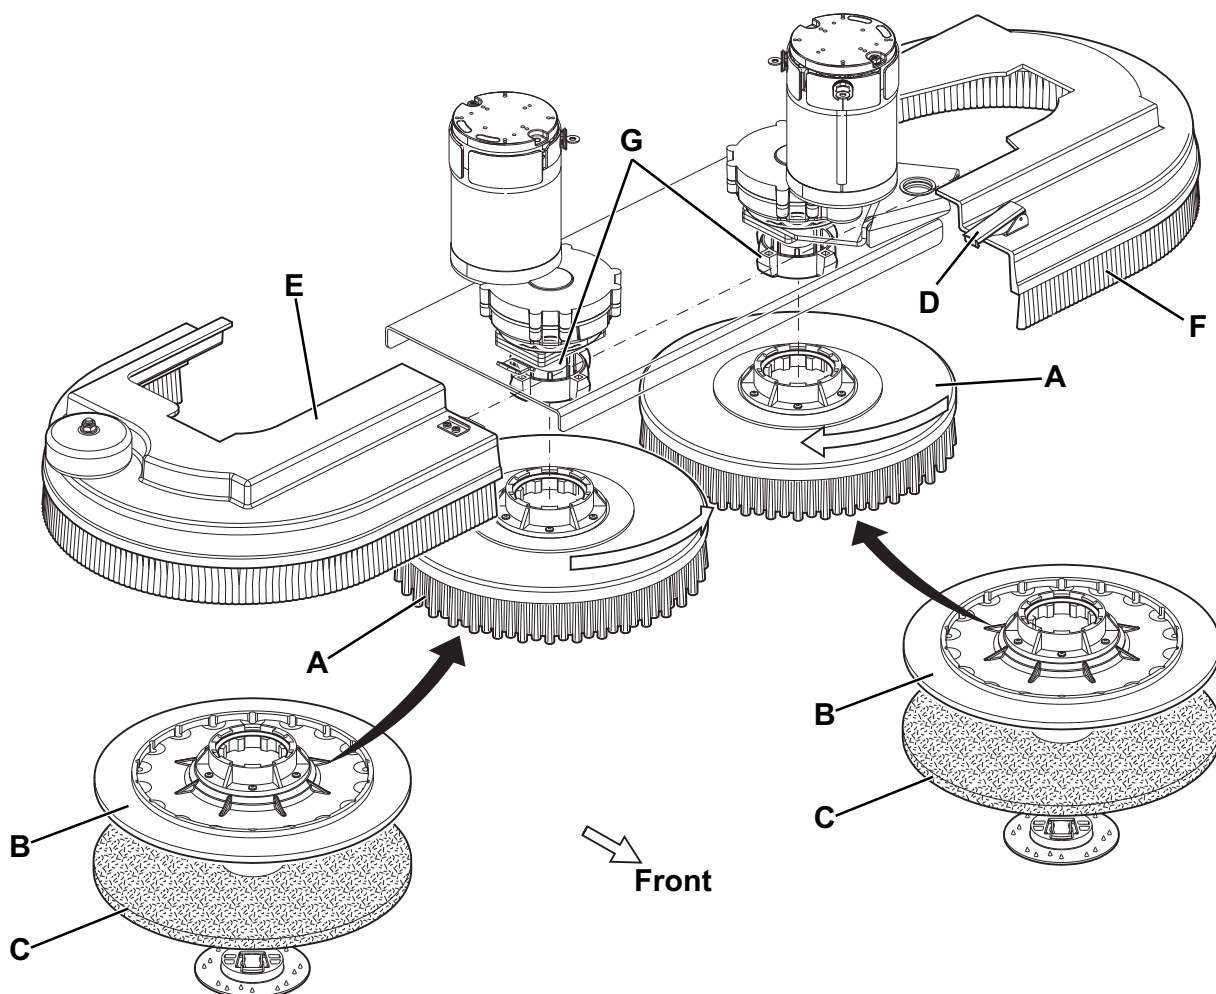

Abbildung 1
*Vor dem Einschalten des Geräts überprüfen, ob sich keine Fremdkörper zwischen Bürstenkopf (5, 10 und 28) und Gerät oder zwischen Sauglippe (30) und Gerät befinden, die das Anheben von Bürstenkopf und Sauglippe behindern könnten. Diese Überprüfung ist erforderlich, da Bürstenkopf und Sauglippe bei Einschalten des Geräts – wenn das Gerät ausgeschaltet wurde, ohne dass Bürstenkopf und Sauglippe angehoben wurden – automatisch angehoben werden.*
An dem mit dem entsprechenden Kopf vorgerüsteten Gerät können die Bürsten (A, Abb. 1) oder die Padhalter (B) mit Pad (C) montiert werden.